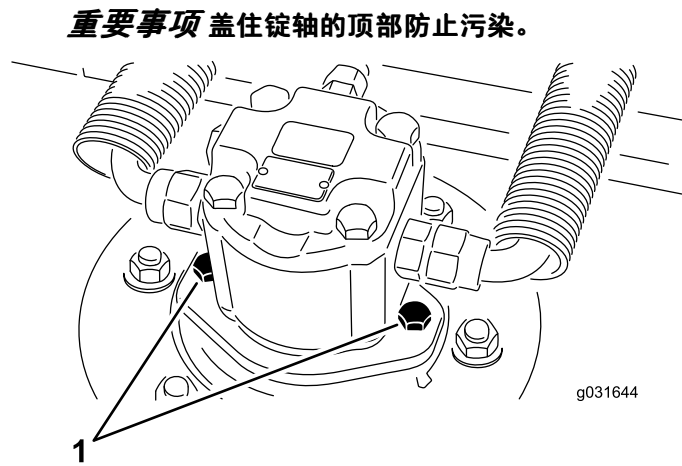

图 68
- 2. 卸下液压马达安装螺丝从滚刀组上断开并拆除液压马达 图 68。
4. 使用液压马达安装螺丝将液压马达安装到滚刀组上 图 68。